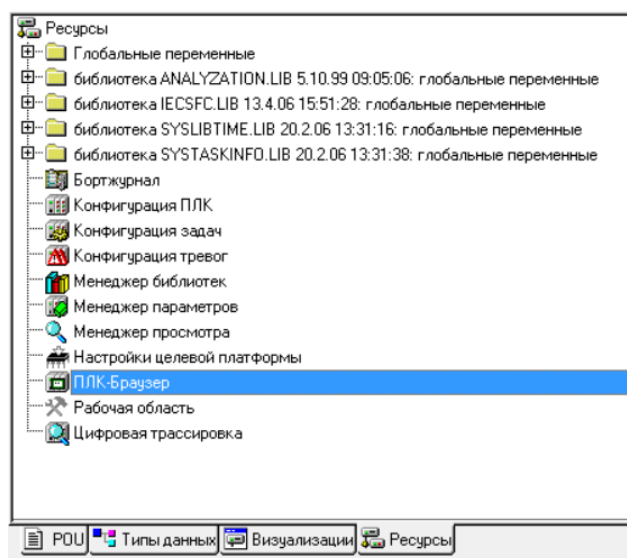

Рисунок 1.3. ПЛК-Браузер
9. В CoDeSys v2.3 перейти на вкладку «Ресурсы» и двойным щелчком левой клавиши мыши выбрать «ПЛК Браузер (PLC-Browser)», рисунок 1.3.